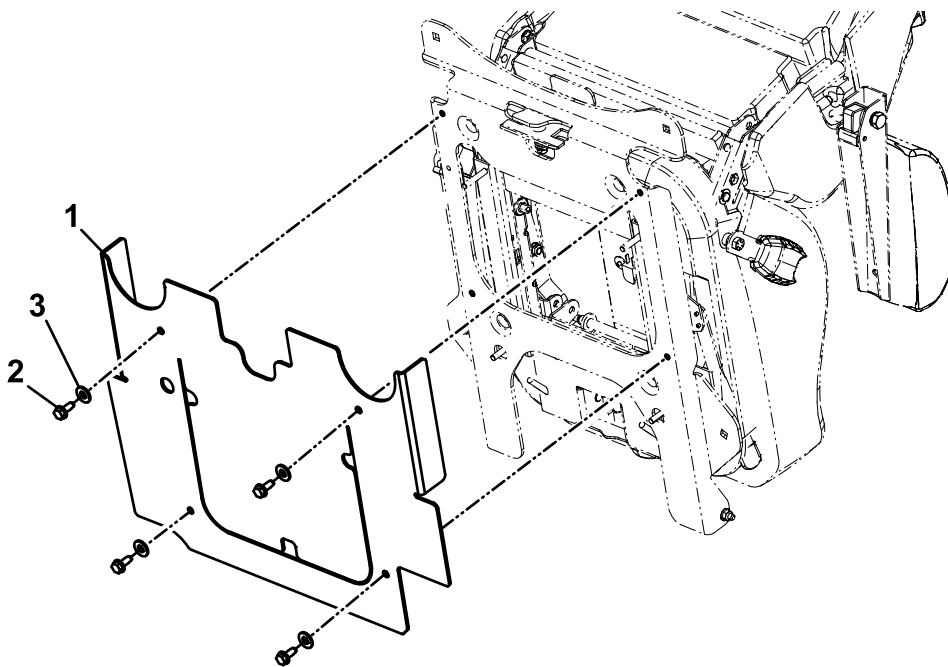

Рисунок 4
8. Зафиксируйте тепловой экран на опоре сиденья с помощью 4 самонарезающих винтов (5/16 x 3/4 дюйма) и 4 плоских шайб (5/16 дюйма), как показано на Рисунок 4.